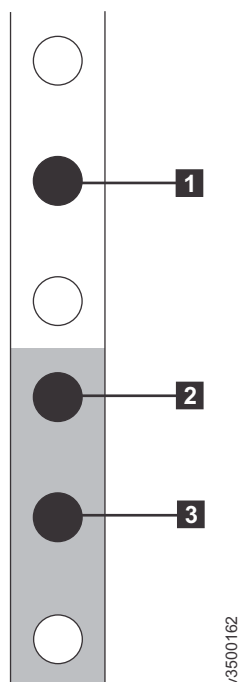

Figure 37. Emplacement des trous sur l'avant de l'armoire
4. A partir de l'avant de l'armoire, identifiez les deux espaces d'unités en armoire (2U) où vous souhaitez installer les glissières de support. La figure 37, à la page 36 montre deux unités en armoire avec les trous de montage avant identifiés.